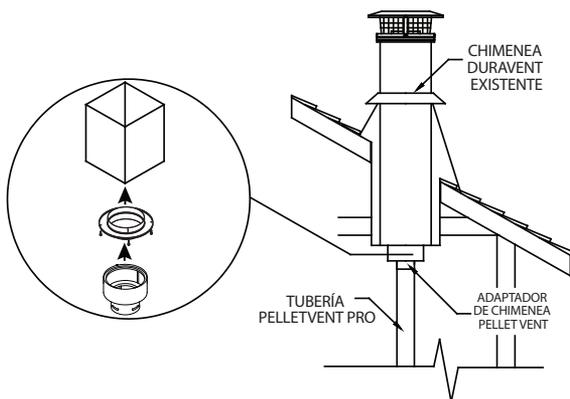

Figura 17
6. Si desea anexas a una chimenea DuraTech, DuraPlus o DuraPlus HTC existente de 6" (15.24 cm) a 8" (20.32 cm), con soporte del tejado o del techo (**Figura 17**):